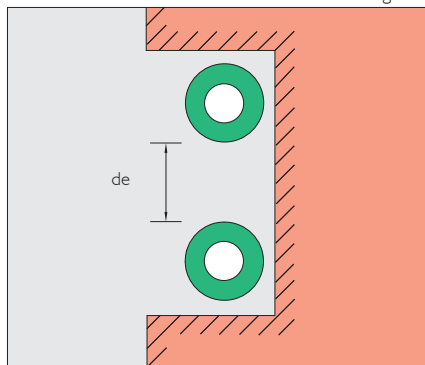

Figura 3
- Aumento de la altura de la canaleta que posibilite la separación de las cañerías de agua fría y caliente (figura 3).
- Separación de las cañerías a una distancia igual al diámetro de la cañería embutida (figura 3).